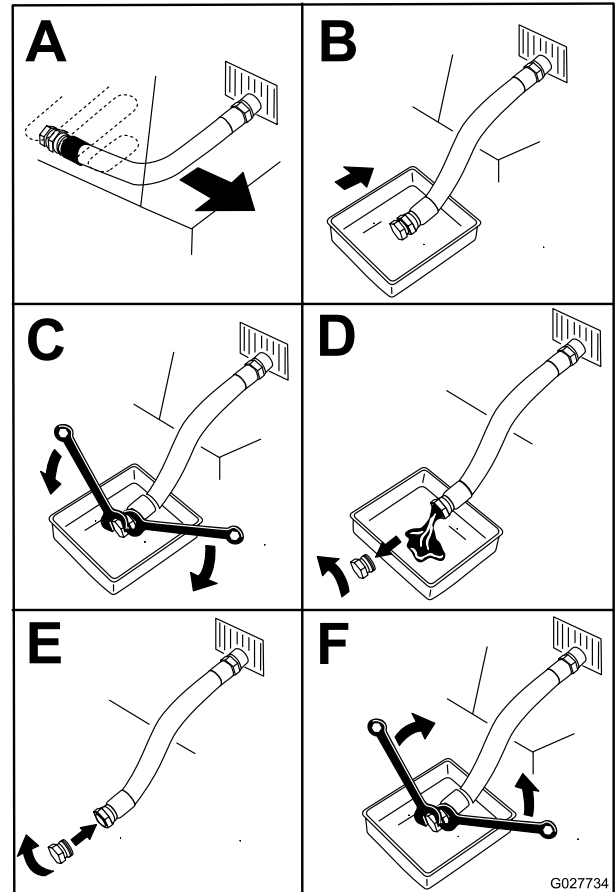

Figure 52
3. Avant de quitter la position d'utilisation, coupez le moteur, enlevez la clé de contact et attendez l'arrêt complet de toutes les pièces mobiles (Figure 52).